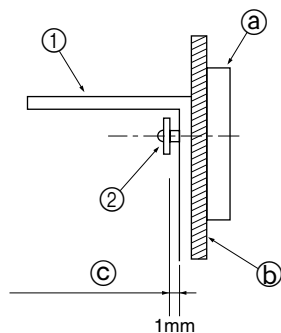

Fig. 3-4
- Πρώτα τοποθετήστε το λαμάκι στον τοίχο και στη συνέχεια σφίξτε τη βίδα έτσι ώστε το λαμάκι να μπορεί να μετακινηθεί επάνω και κάτω. (Fig. 3-4)